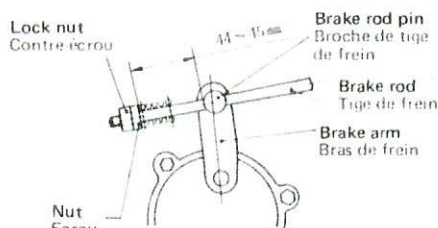

Fig. 6-3
- (1) Keep the main clutch in the position of "ENGAGED". (After adjusting the main clutch rod as mentioned in term 6-3)
- (2) Unfasten the double nut of the brake rod so that the clearance between the brake rod pin and the nut may be 44 to 45 mm as shown in Fig. 6-3, and fasten the lock nut to secure the clearance.
- (3) Manipulate the main clutch and confirm that the brake adjuster touches nowhere.
- (4) Confirm that the clutch becomes disengaged and no brake works when the main clutch lever is set to the position of "DISENGAGED". Also confirm that the brake works when the main clutch is set to the position of "BRAKE". (See Fig. 6-3).
- (1) Maintenir l'embrayage principal à la position débrayée (DISENGAGED). (Après réglage de la tige d'embrayage principal, comme mentionné sous 6-3)
- (2) Desserrer le double écrou de la tige de frein de sorte que le jeu entre la broche de la tige de frein et l'écrou soit de 44 à 45 mm, comme illustré sur la Fig. 6-3; serrer alors le contre-écrou pour maintenir ce jeu.
- (3) Actionner l'embrayage principal et s'assurer que la pièce de réglage du frein ne touche nulle part.
- (4) S'assurer du débrayage et que le frein ne fonctionne pas quand le levier d'embrayage principal est placé à la position de débrayage (DISENGAGED). S'assurer également que le frein fonctionne quand l'embrayage principal est placé à la position "frein" (BRAKE). (Voir Fig. 6-3)